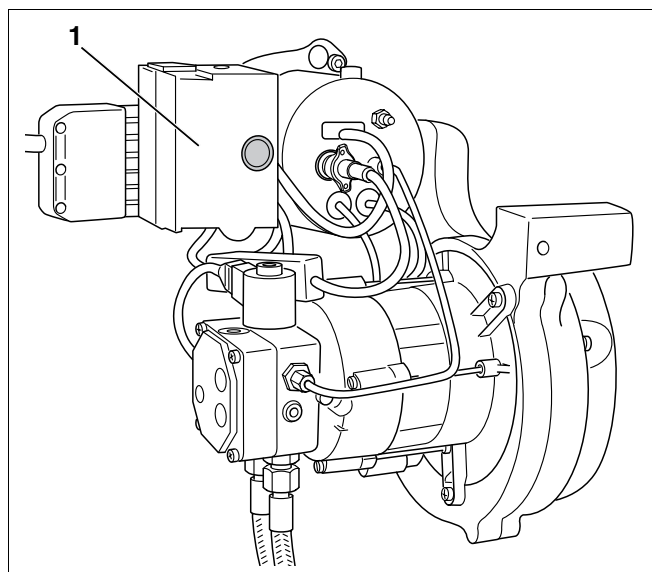

Fig. 60 Coffret de contrôle de combustion LMO ou LOA 44
Pour l'utilisation du brûleur dans un générateur d'air chaud, il faut remplacer le coffret de contrôle LMO par le coffret LOA 44 (fig. 60, **pos. 1**).